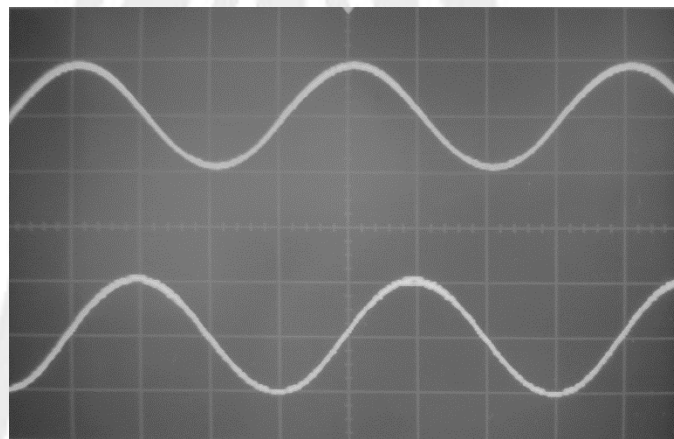

Figura 8.11 Comparación entre TP1 y TP33.
15. Analizar las formas de onda de las señales en la salida de los filtros de recepción (TP33/34/35/36) y compararlas con las transmitidas originalmente (TP1/3/4/5), respectivamente, explicando que pasa (Figura 8.11).